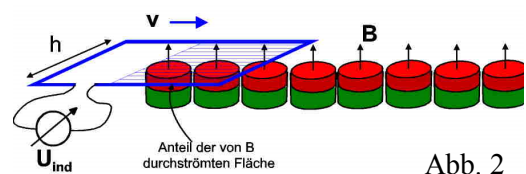

Abb. 2
In diesem Praktikum wird die Induktionsspannung durch Variation der vom B-Feld durchströmten Fläche erzeugt, d.h.  $d\vec{A}/dt \neq 0$ . Dazu wird eine Spule mit N Windungen mit der Geschwindigkeit  $v$  in ein, näherungsweise homogenes Magnetfeld hineinbewegt (Abb. 2). Die durchströmte Fläche mit der Breite  $h$  wächst linear mit der Zeit  $t$ :
Wenn wir eine Leiterschleife in das kreisförmige E-Feld bringen, können wir  $U_{ind}$  messen. Die Coulombkraft  $\vec{F} = q\vec{E}$  trennt die Ladungen in der Leiterschleife, so dass sich an den offenen Enden eine Spannung aufbaut. Aus Abb. 2 wird auch klar, wieso die induzierte Spannung maximal wird, wenn die B-Feldlinien senkrecht durch die Leiterschleife laufen: nur dann sind die Coulombkräfte des Ringfeldes tangential zur Leiterschleife und können die Ladungen effektiv trennen.
3.2 Untersuchen Sie nun quantitativ die Abhängigkeit der induzierten Spannung  $U_{ind}$  von der zeitlichen Änderung des Flusses durch die Spule. Dazu wird der „Spulenschlitten“ über das Magnetfeld geschoben und  $U_{ind}(t)$  mit dem PC aufgezeichnet (Abb. 2, 3).